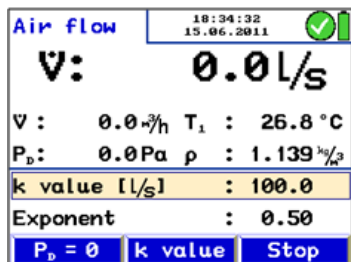

Fig. 21: Meny "Luftflöde (k-värde)"
- Välj k-värdet, se Fig.21: Meny "Luftflöde (k-värde)"
Tryck på $P_D = 0$ (i menyraden, se Fig.21: Meny "Luftflöde (k-värde)" för att nollställa tryckgivaren.